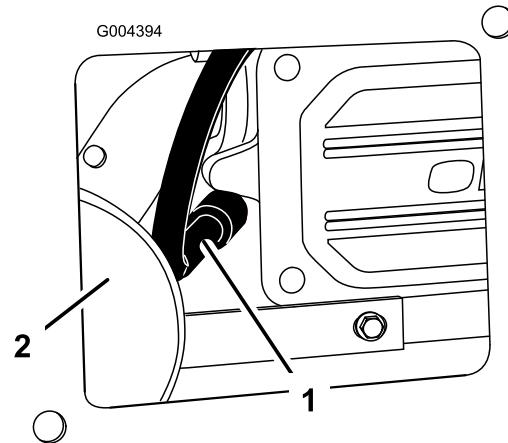

Figura 38
- Staccate il cappellotto della candela (Figura 38). Pulite intorno alla candela per evitare che la morschia penetri nel motore e lo danneggi.
3. Collegate il cappellotto alla candela (Figura 38).